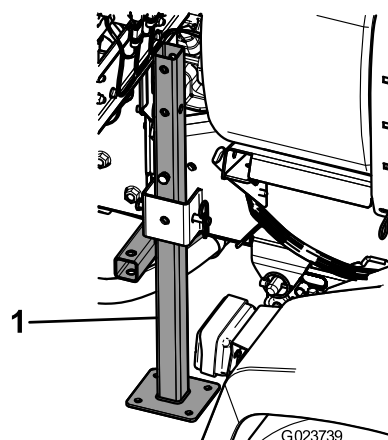

Figura 48
3. Introduceți suporturile de cric posterioare de jos în sus în cadru, lângă punctele posterioare de ancorare (Figura 48).